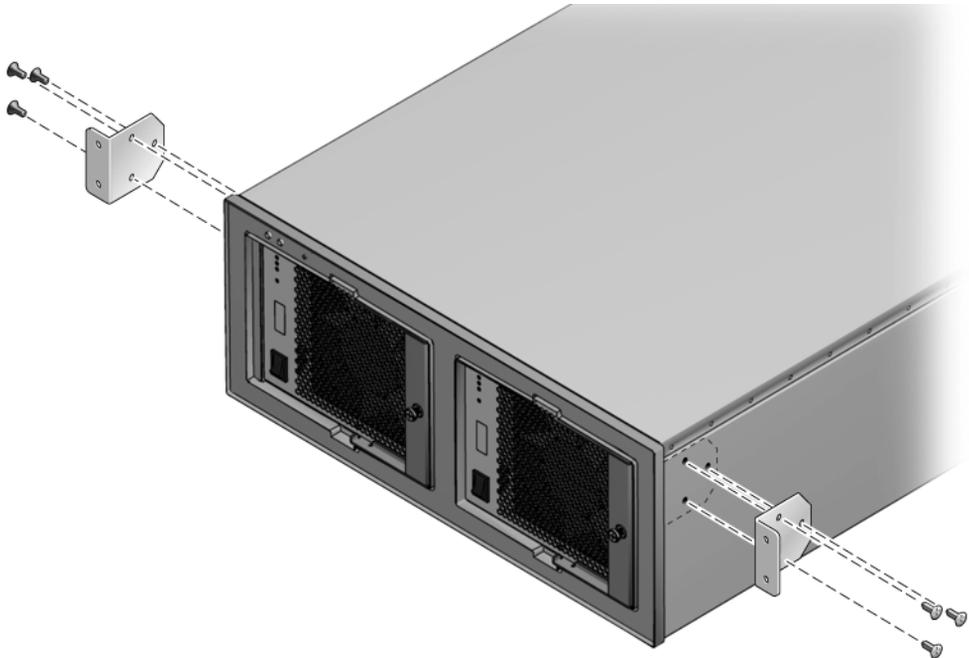

FIGURE 4-10 Désinstallation des supports de verrou du châssis
2. Utilisez un tournevis cruciforme n° 2 pour retirer les supports de verrou de gauche et de droite de l'ancien châssis (FIGURE 4-10).